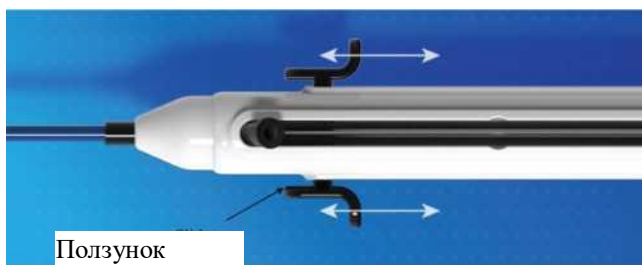

Рисунок 6. Проверить блокировку/разблокировку и движение вперед/назад ползунка
3) Убедиться, что ползунок можно заблокировать и разблокировать во внутренней оболочке, и проверить, может ли внешняя оболочка легко перемещаться вперед и назад перемещением ползунка (рис. 6).